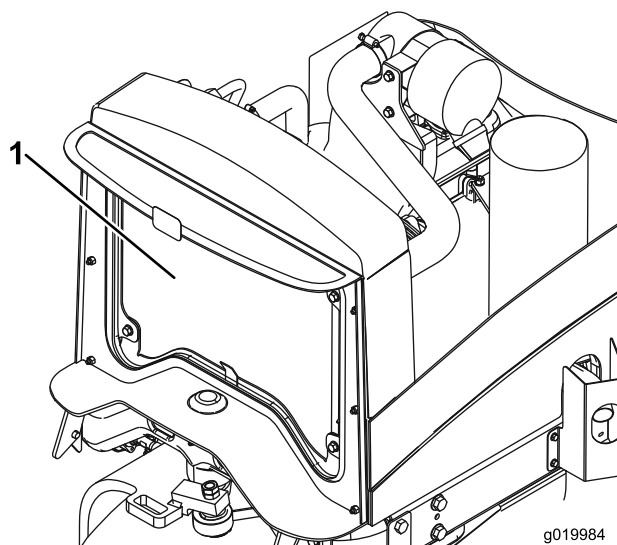

Bild 57
2. Reinigen Sie beide Seiten des Kühlers bzw. Ölkühlers gründlich mit Wasser oder Druckluft (Bild 57).